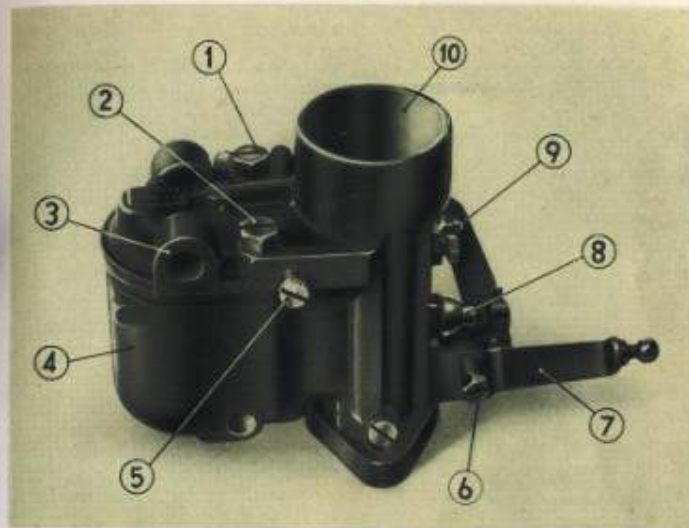
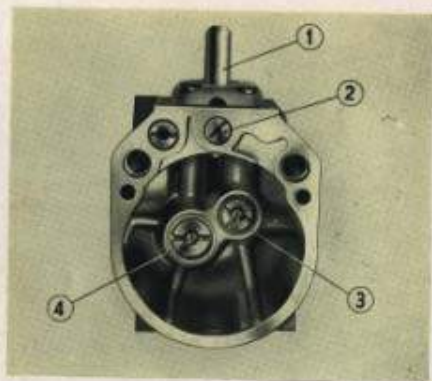

Fig. 14. Vista esterna del carburatore.
Fig. 15. Parte interna della vaschetta del carburatore.
Il carburatore è del tipo 30 VIML "Zenith" con dispositivo di avviamento e silenziatore (vedi fig. 14).
Per eseguire la pulizia del carburatore è necessario allentare le due viti (1) e (2), smontare la vaschetta (4) (vedi fig. 14) e quindi il getto principale (3) ed il getto compensatore (4) in essa contenuti (vedi fig. 15).